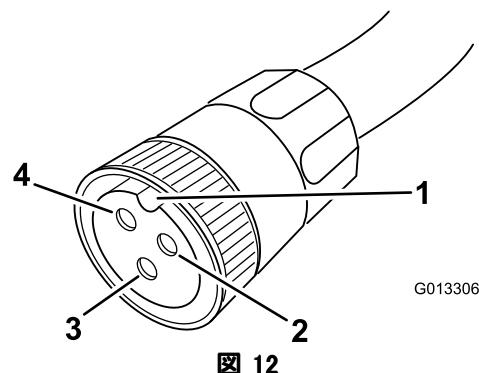

図 12
2. キー溝が 12 時の位置に来るようケーブルを持つ（図 12）。